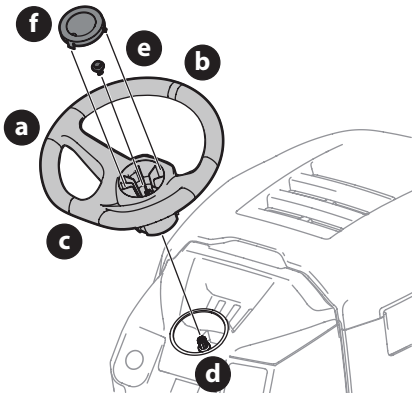

Figura 8
1. Con las ruedas del tractor apuntando recto hacia adelante, alinee el volante (a) usando la línea central (b) de la parte delantera del volante (a) que apunta hacia adelante y la sección plana (c) del volante (a) orientada hacia el asiento, coloque el volante (a) sobre el árbol de la dirección (d) (Figura 8).
2. Asegure el volante (a) con el perno hexagonal (e) que está debajo de la tapa del volante (f) y ajuste hasta 18-22 pies-libras (24-30 N-m) (Figura 8).
3. Coloque la tapa del volante (f) sobre el centro del volante (a) y empuje hacia abajo hasta que haga clic al calzar en su lugar (Figura 8).
NOTA: el perno hexagonal (e) que asegura el volante (a) tiene sellador de rosca; de modo que si se lo extrae, se recomienda reemplazar el perno hexagonal (a) o volver a aplicarle sellador de rosca (Figura 8).